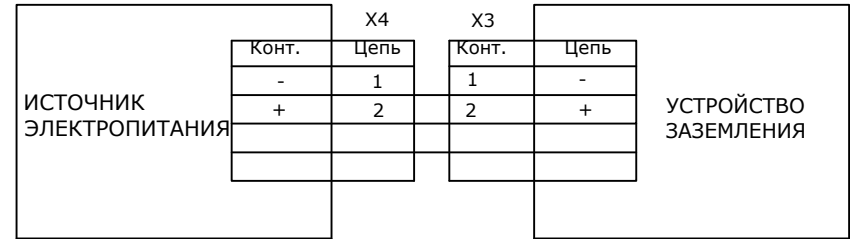

Рис. 1
8.3 Автономный источник питания должен быть надёжно закреплен (2 винта М4) на основании устройства заземления и, с помощью разъема, подсоединен к нему. Схема подключения приведена на рис.1.
3.1 В состав УЗА (см. Рис.1) входит: